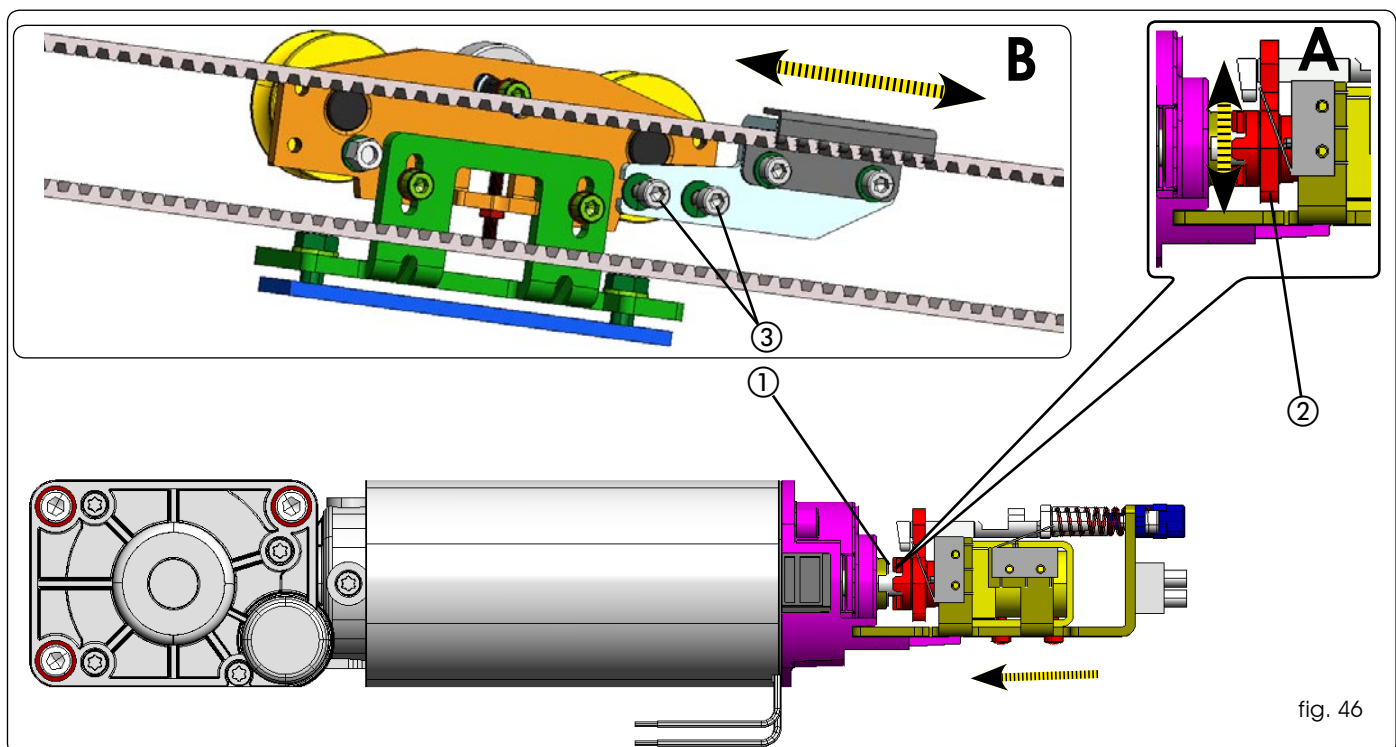
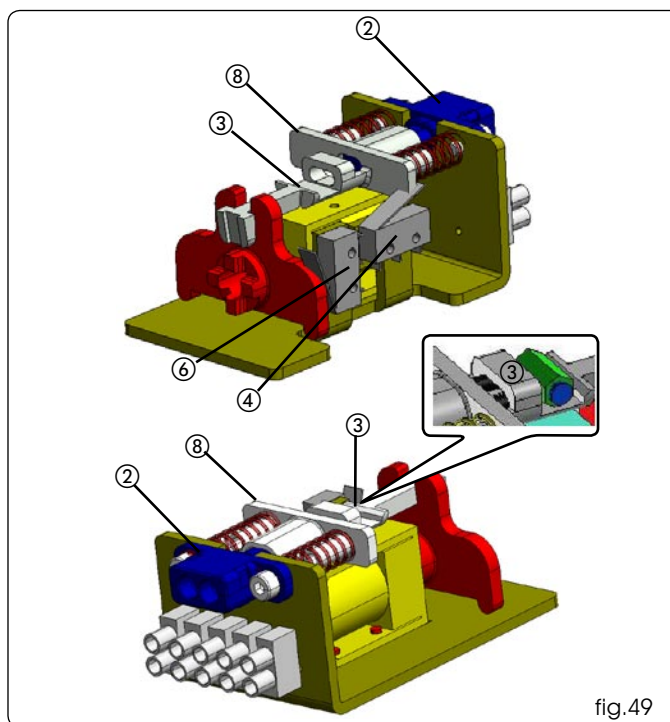

fig. 46
fig.49
- Spingere manualmente la levetta (fig. 46 rif. ①) verso l'albero motore verificando il corretto accoppiamento come da fig. 46 rif. A).
- Muovere la levetta in senso verticale (fig. 46 rif. ②) e verificare la presenza del gioco tra l'accoppiamento dell'albero motore e del blocco motore.
- Allentare le due viti (fig. 46 rif. B ③) che vincolano l'attacco cinghia al carrello di movimentazione (su entrambi i carrelli in caso di anta doppia).
- Avvicinare il cavo con guaina al particolare ② di fig. 49 e tagliare la guaina in eccesso.
- Fare passare il cavo (fig. 49) all'interno del particolare ② portando la guaina in battuta.
- Inserire il cavo nel morsetto (fig.49 rif. ③).
- Tirare il particolare ⑧ a battuta (comprimendo le molle) e avvitare la vite del morsetto ③ bloccando il cavo in acciaio.
- Verificare che l'innesto blocco motore sia libero dall'innesto albero motore (fig. 46 rif. A).
- Sbloccare il pomello ruotandolo di 90° e verificare che lo sblocco funzioni. Verificare inoltre che tirando il pomello si attivi il microinteruttore di apertura porta (fig. 49 rif. ④).